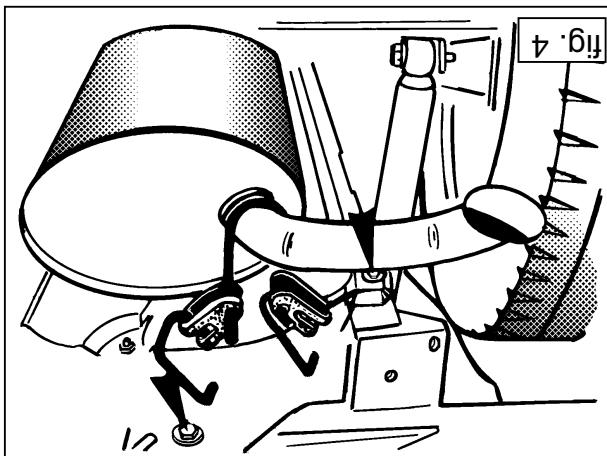

fig. 4
2. Demonteer de achterste uitlaatophanging overeenkomstig fig.4. Verwijder overeenkomstig fig.5 de bitumen van de aanligvlakken en plaats de vier kooimoeren. Indien t.p.v. punten B, zie fig. 7, de speciale gaten voor de kooimoeren niet aanwezig zijn, dan dient men M8 sluitringen en M8 moeren toe te passen.
2. Remove the rear exhaust mount, as shown in fig. 4. Remove the bolts from the rear contact points, as shown in fig. 5, and fit the four cage nuts, if the special holes for the caged nuts are not present at points B, then use M8 nuts with plain washers.
2. Die hinterste Auspuffaufhängung entsprechend Fig.4 demontieren. Entsprechend Fig.5 das Bitumen von den Berührungsflächen entfernen und die vier Verschlußmuttern anbringen. Wenn bei den Punkten B (siehe Abb. 7) keine Speziallöcher für die Käfigmuttern vorhanden sind, müssen M8-Unterlegscheiben und M8-Muttern verwendet werden.
2. Ostatnie mocowanie wydechu zdjąć rys.4 a następnie stosując się do rys.5 usunąć masę bitumiczną w miejscach styku. W dalszej kolejności umieścić cztery nakrętki samo zakleszczające w punktach mocowania haka holowniczego. Jeżeli w punktach B (patrz rys. 7) nie znajdują się specjalne otwory dla nakrętek samo zakleszczających, należy wykorzystać podkładki M8 oraz nakrętki M8.
2. Demonter det yderste udstødningsophæng ifølge fig.4. Fjern bitumenlaget på berøringsfladerne ifølge fig.5 og placér fire burmøtrikker. Ifald de særlige huller til fløjmøtrikkerne ved punkterne B, jævnfør fig. 7, ikke er tilstede, bør M8 planksiverne og M8 møtrikkerne afstemmes herefter.